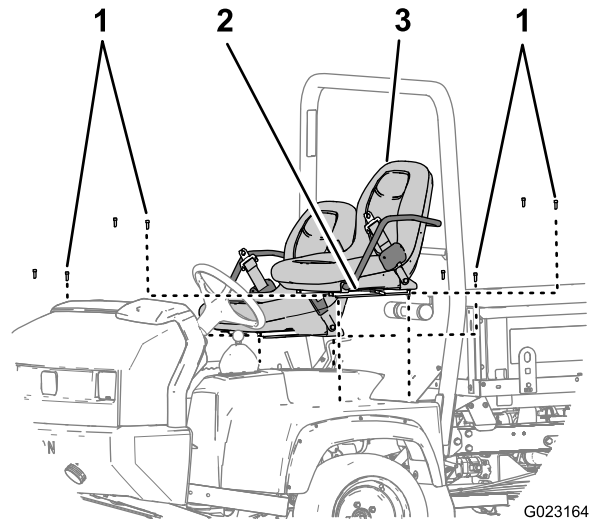

Figura 8
5. Retire los 8 pernos de cabeza allen que sujetan los raíles de los asientos al chasis, y retire los asientos (Figura 8).